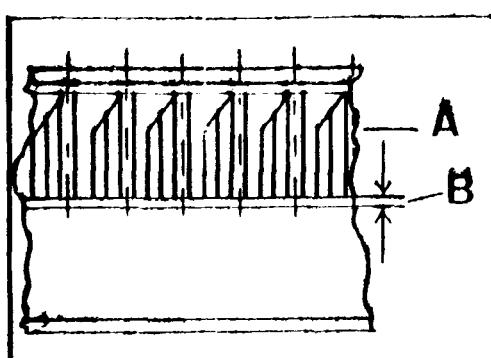

Fig. A1-119 Montaje de la corona del volante motor
- 2.2. Calentar la nueva corona a unos 250°C y situarla sobre el volante en la posición que indica la Fig. A1-119, tomando las precauciones necesarias - para evitar quemaduras.
- 2.3. Introducir la corona en el volante de forma uniforme hasta conseguir la - posición indicada en la Fig. A1-119.